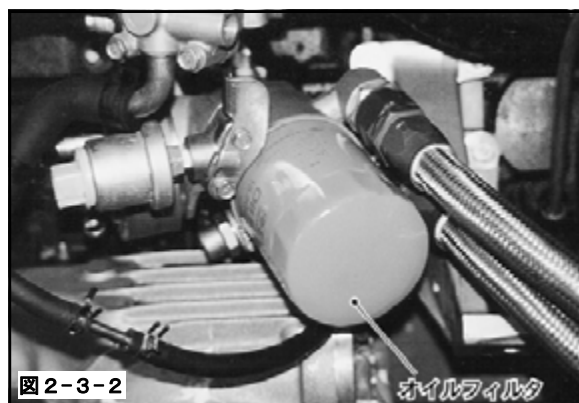

図2-3-2
- (2) アタッチメントAssyに純正のオイルフィルタを取付けてください。(図2-3-2)